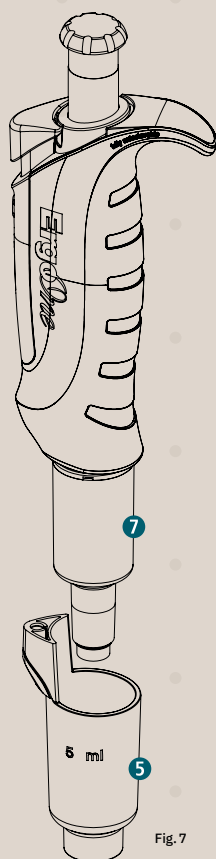

Fig. 7
- Premere completamente il pulsante di espulsione **2** e sfilare verso il basso il manicotto di espulsione puntale **5** (Fig. 7).